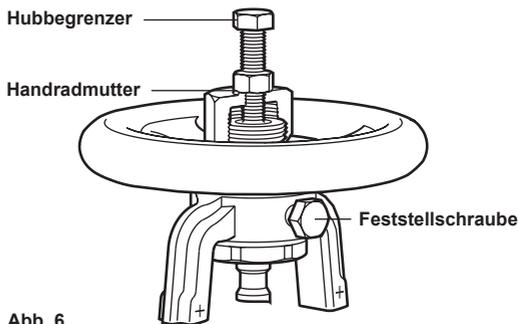

Abb. 6
- 5.4 GAV-T Ventile sind mit einem Drosselkegel ausgestattet, der ein genaues Regeln beim Öffnen des Ventils ermöglicht. Die Anzahl der Umdrehungen hat Einfluss auf die Durchflussmenge des Ventils. Wenn die richtige Durchflussmenge erreicht ist, Feststellschraube und Hubbegrenzer (siehe Abb. 6) anziehen. Dies reduziert Schwingungen. Die Abhängigkeit der Durchflussmenge in Bezug auf die Ventilöffnung ist in der nachfolgenden Tabelle dargestellt.